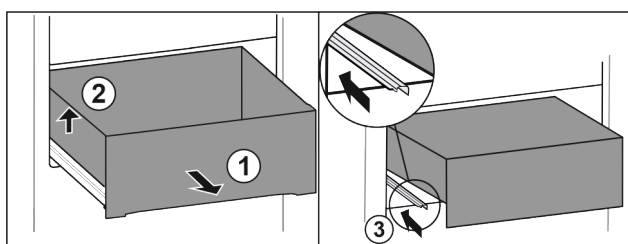

Fig. 23
- Tirer le tiroir jusqu'en butée. Fig. 23 (1)
- Soulever le tiroir sur la gauche. Fig. 23 (2)
- Rentrer le rail de gauche. Fig. 23 (3)